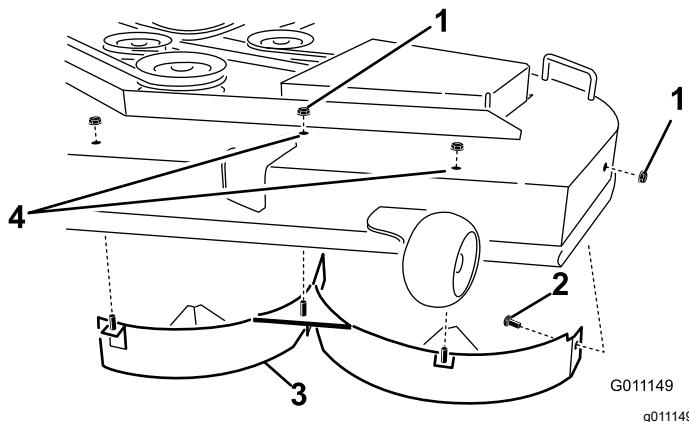

Figura 17
- Rimuovete i 3 dadi di bloccaggio (5/16") fissati sui perni saldati del deflettore sinistro in posizione centrale, a sinistra del centro ed estrema sinistra, sulla parte superiore del piatto di taglio (Figura 17).
5. Rimuovete il bullone a testa tonda e il dado di bloccaggio che fissano il deflettore sinistro al lato del piatto di taglio (Figura 17).
6. Staccate il deflettore di sinistra dal piatto di taglio (Figura 17).
7. Individuate i 2 bulloni tra le parti sciolte e utilizzate i dadi di bloccaggio esistenti e montate questi elementi di fissaggio nei fori illustrati nella Figura 17, sul piatto di taglio, per prevenire il rischio di detriti volanti.